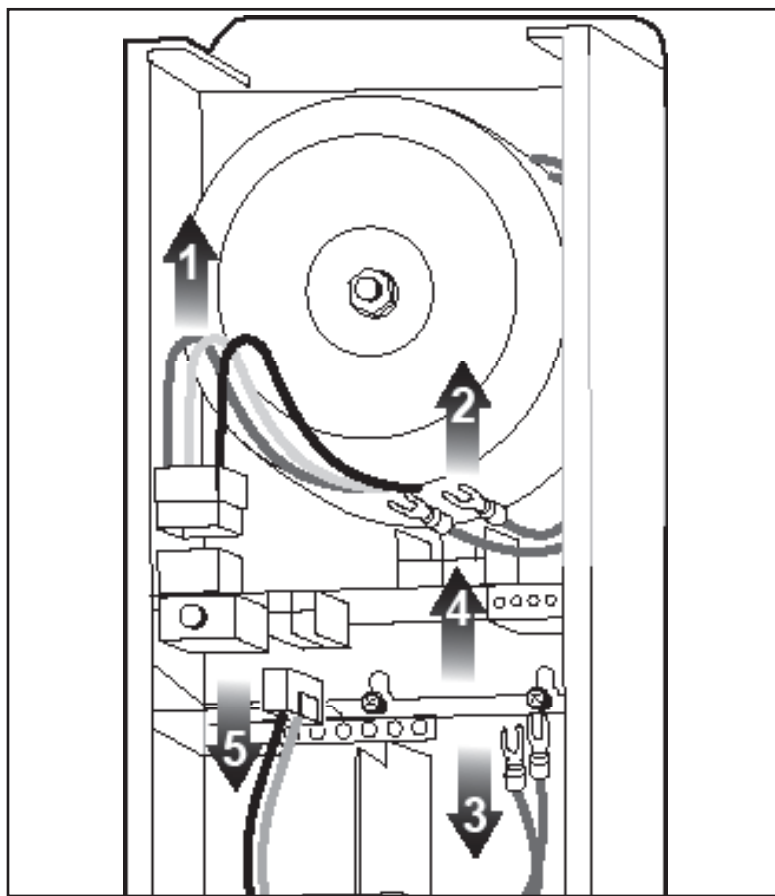

Figure 4. Dépose de l'assemblage de la carte de circuit imprimé
4. Débrancher le faisceau de connexion du fil d'entrée blanc du transformateur, voir Figure 4 (1).
5. Utiliser un tournevis pour desserrer suffisamment les vis des fils de sortie afin d'enlever les fils de sortie bleus du transformateur, voir Figure 4 (2).
7. Enlever les deux bornes de fils inférieures de l'assemblage de la carte de circuit imprimé, voir Figure 4 (3).
8. Soulever le support de l'assemblage de la carte de circuit imprimé jusqu'à ce que les logements libèrent les vis de fixation de ce support, voir Figure 4 (4).
9. Débrancher le connecteur inférieur de l'assemblage de la carte de circuit imprimé, voir Figure 4 (5).
10. Enlever l'ancien assemblage de la carte de circuit imprimé du contrôleur de luminaires, voir Figure 4.